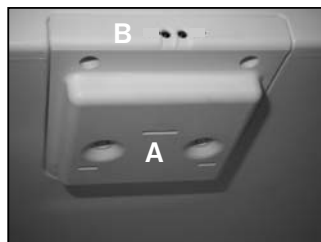

Figure 6.
### 6.1.1. Eclairage LED intérieur (Fig. 6) (compartiment réfrigéré)
2. Remettez ensuite le signal de la porte à zéro en dirigeant la télécommande (Figure 9) vers le capteur de la porte et en appuyant sur la touche rouge (Figure 6 B).